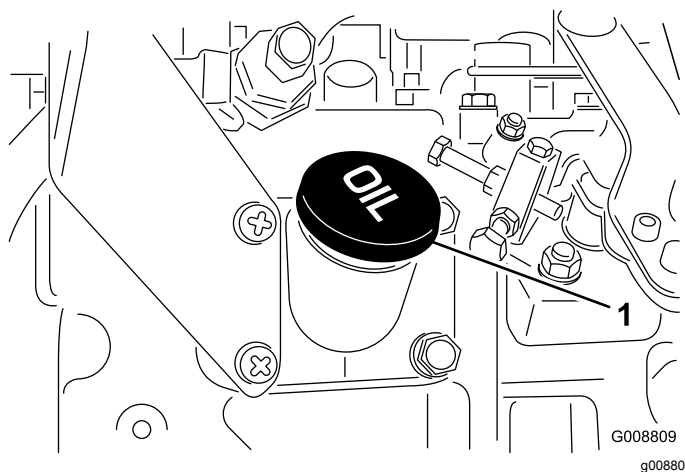

Figura 19
4. Se l'olio non raggiunge i parametri di sicurezza, togliete il tappo di riempimento (Figura 19) e aggiungete olio finché il livello non raggiunge la tacca Full. **Non riempite troppo.**